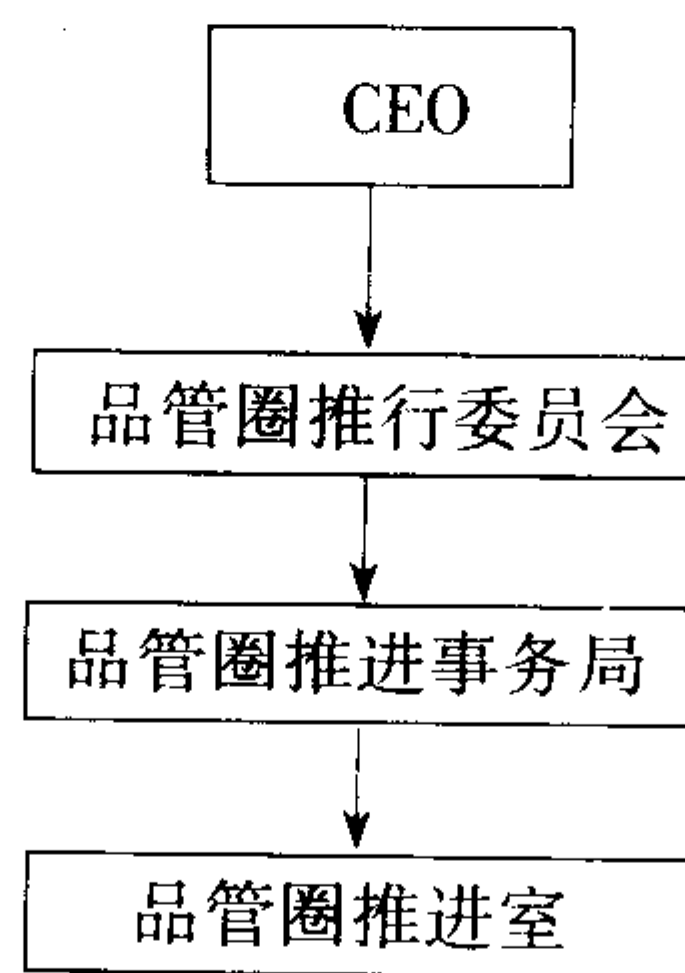
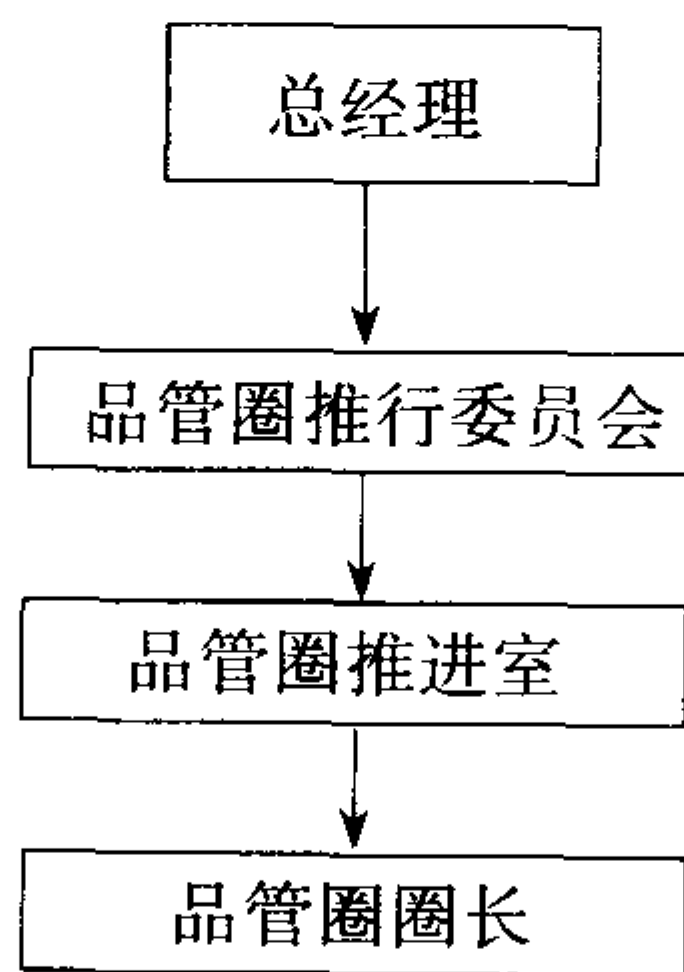

图 2-1
图 2-2
大公司的品管圈推进组织结构一般由品管圈推行委员会、品管圈推进事务局、品管圈推进室所构成，如图 2-1 所示。
小公司的品管圈推进组织结构一般由品管圈推行委员会、品管圈推进室、品管圈圈长所构成，如图 2-2 所示。
- 三、品管圈组织结构见图 2-1 和图 2-2。